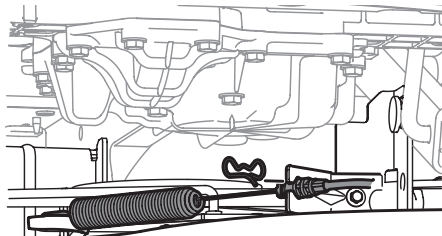

Figura 39
- Extraiga el pasador de chaveta que sujeta el cable de la PTO al soporte de la plataforma, tire hacia atrás del cable de la PTO, luego deslícelo fuera del soporte y desenganche el resorte de la polea loca. Consulte la Figura 39.